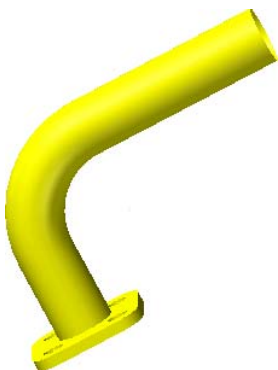
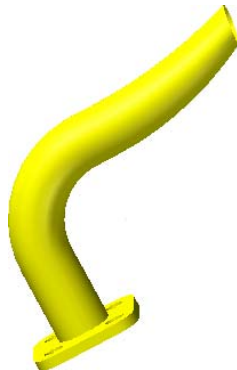

图 6-68 线性曲面延伸
图 6-69 非线性曲面延伸
- 04 根据系统提示,移动箭头至曲面的端面,并单击鼠标左键,在工具栏中输入延伸距离为 15,并选中“线性”按钮,结果如图 6-68 所示;在工具栏中选中“非线性”按钮,结果如图 6-69 所示。